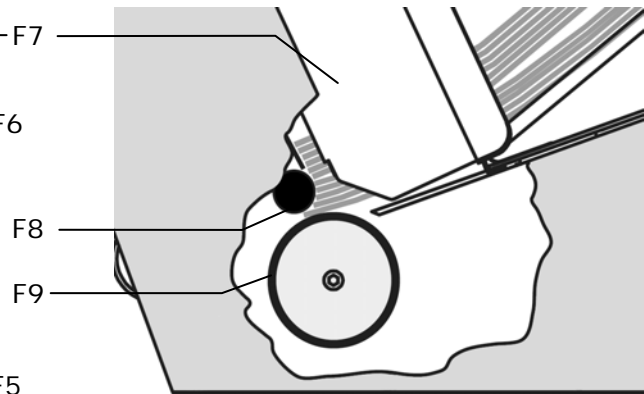

Abbildung 87: Den Stapel mit ausgefächertem Material füllen (Seitenansicht)
- Der Papierstapel sollte sich an die Form der festgestellten Separierrolle (F8) anpassen (siehe Abbildung 87).